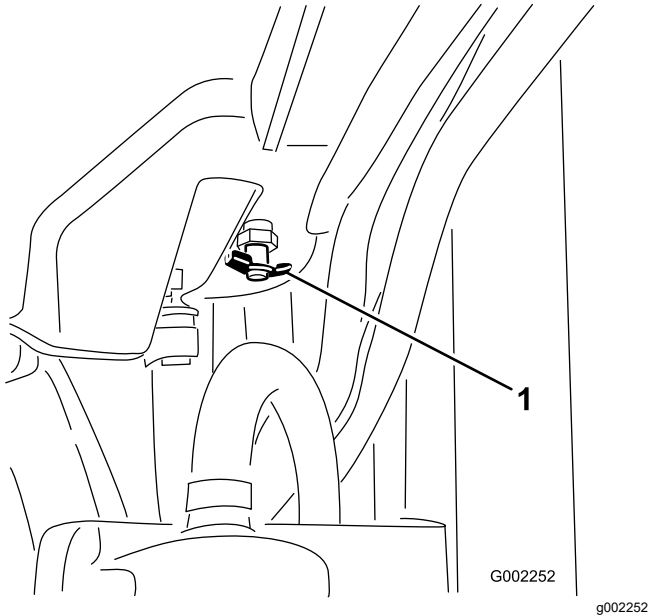

图 95
4. 打开排放阀将冷却液排到盘中 图 95。
5. 关闭排放阀 图 95。